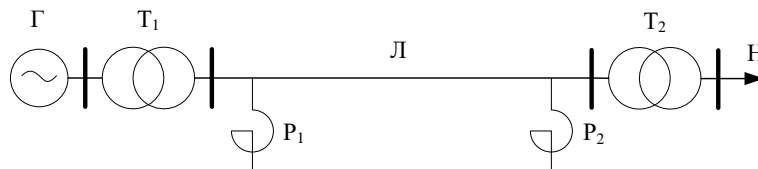

Рис. 3.26. Схема электропередачи
**Пример 2.** Получим эквивалентную схему электропередачи, показанной на рис. 3.26. Преобразуем для этого элементы  $T_1$ ,  $P_1$ ,  $L$ ,  $P_2$  и  $T_2$  в